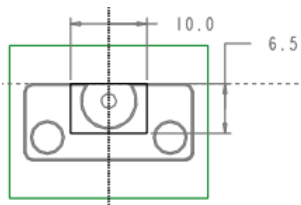

图 14.9 截面草图
(3) 进入草绘环境后，选取 MAIN_PARTING_PLN 基准平面和 MOLD_FRONT 基准平面为草绘参考，截面草图如图 14.9 所示。完成特征截面的绘制后，单击“草绘”操控板中的“确定”按钮 。